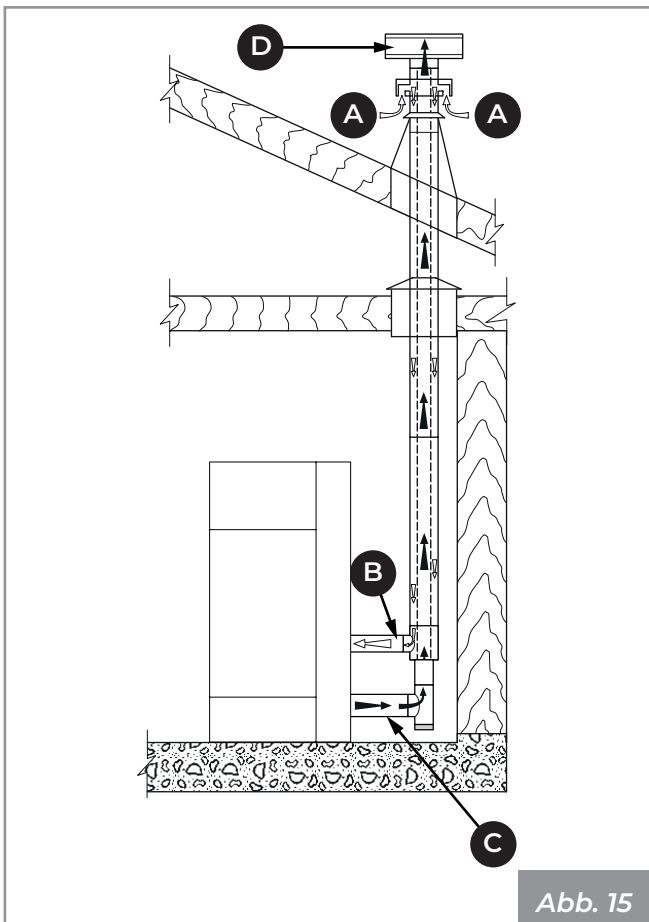
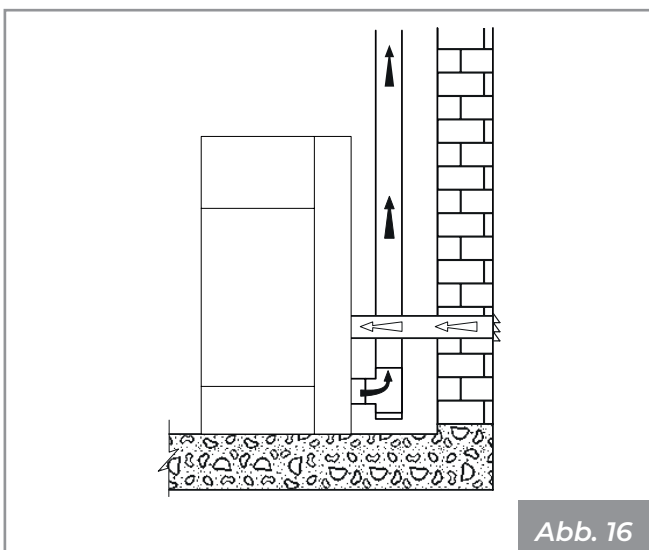

Abb. 15
Abb. 16
- direkt von außen mit direktem Anschluss an die Brennkammer kommen (**Abb. 15 - Abb. 16**).
- die Verbrennungsluft mit Hilfe eines koaxialen Abgasrohrs für die Abführung der Abgase und den Lufteinlass zu leiten (**Abb. 15 - A, B** = Lufteinlass, **C, D** = Rauchgasauslass); daher ist es nicht notwendig, einen klassischen Lufteinlass in den Raum vorzunehmen.
- den Verbrennungslufteinlass des Geräts mit einem geeigneten Kanal an den Lufteinlass anschließen (**Abb. 16**).